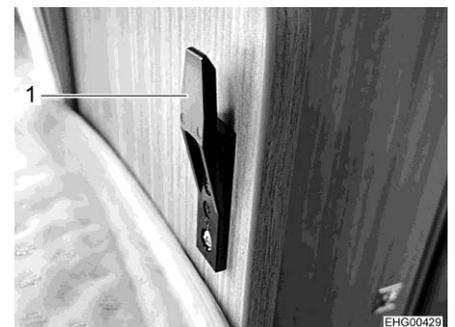

Fig. 177 Soporte para protección contra caídas (pie de cama)
- Insertar protección contra caídas en el pie de cama en el soporte (Fig. 177,1).